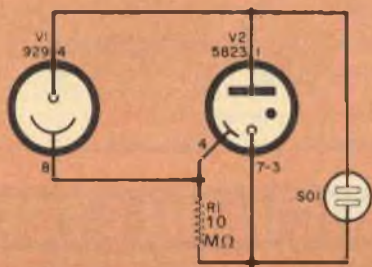
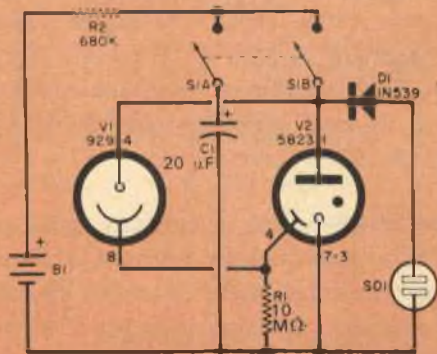

Fig. 2 - Il circuito ausiliario base è autoalimentato e può essere usato se la tensione di carica è di 150 V o più.
Fig. 3 - In questa seconda versione di circuito ausiliario, adatto per flash a bassa tensione, la batteria viene usata per eccitare V2.
Il trasmettitore radiofaro (*fig. 2*) coerente è molto simile a quello del primo Oscar; la sua uscita non è modulata ma la sua potenza è alquanto inferiore ai trasmettitori dei primi due Oscar.
**Fig. 2 - Ecco rappresentati gli schemi a blocchi del sistema telemetrico che trasmette il segnale HI e del radiofaro coerente che permette misure di deriva per effetto Döppler.**
**Il circuito ausiliario** - Per capire il funzionamento del circuito ausiliario basta dare un'occhiata allo schema della fig. 2.
Il circuito ausiliario della fig. 2 è perciò completamente autoalimentato e può essere usato con qualsiasi flash il cui condensatore venga caricato con almeno 150 V.
Nella seconda versione del flash ausiliario, il cui schema è riportato nella fig. 3, al tubo eccitatore viene fornita una tensione supplementare nel caso che la tensione di carica del condensatore sia inferiore a 150 V. In questo caso B1 viene usata per
Il montaggio di entrambi i circuiti ausiliari è facile; il circuito ausiliario semplice può essere contenuto in una scatoletta da 5,5 x 5,5 x 10 cm e quello della *fig. 2* in una scatoletta da 7,5 x 10 x 12,5 cm. Le parti si montano come illustrato nelle fotografie, usando distanziali per tenere lo zoccolo di V2 distante dal fondo della scatola. Montando la seconda versione le parti devono essere disposte in modo da permettere il fissaggio della batteria, mediante una striscia di alluminio, sulla parete posteriore della scatola.
Nella *fig. 2* e nella *fig. 3* il contatto positivo di SO1 è quello superiore, collegato rispettivamente a V2 ed a D1. Invertendo le polarità si possono danneggiare una od entrambe le unità. ★
Fig. 2 - Questa lampadina Indicatrice Interchangeabile ad innesto contiene un transistor pilota ad alta tensione che può essere eccitato dalla bassa tensione di un circuito a transistori.
Un'unità tipica è rappresentata nella *fig. 2* e nella *fig. 3* se ne vede il circuito. La lampadina al neon ed il suo resistore limitatore di corrente sono collegati in parallelo al resistore di carico di collettore e solo quando il transistore conduce la tensione ai capi del carico è sufficiente per accendere la lampadina. Il transistore è inizialmente polarizzato all'interdizione e va in conduzione quando riceve un segnale negativo di ingresso dal circuito controllato.